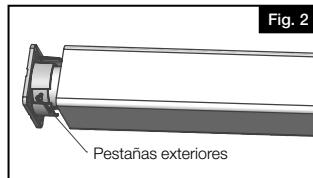

Fig. 2
- Fixer une plaque de montage à l'une des extrémités du tube de support en aluminium à l'aide de 4 des vis no 10 x 1 po (25 mm) fournies. Les vis doivent être fixées entre les languettes extérieures (Fig. 2).
- Fije una placa de montaje a un extremo del tubo de soporte de aluminio utilizando los (4) tornillos #10 x 1" (2.54 cm) proporcionados. Los tornillos deben instalarse entre las pestañas exteriores (Fig. 2).